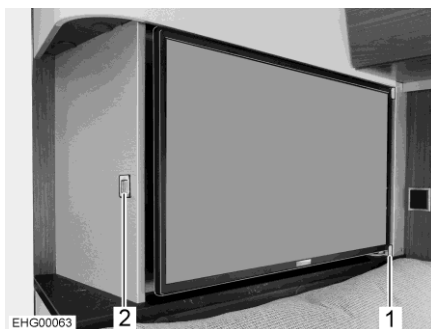

Bild 59 Platt bildskärm
Den platta bildskärmen är säkrad med en styrskena (Bild 59,1) i sidan.
- Tryck på frigöringsknappen (Bild 59,2).
- Dra den platta bildskärmen ur styrskenan (Bild 59,1) till önskat läge.
- För tillbaka den platta bildskärmen tills den hakar fast i styrskenan (Bild 59,1) i sidan.